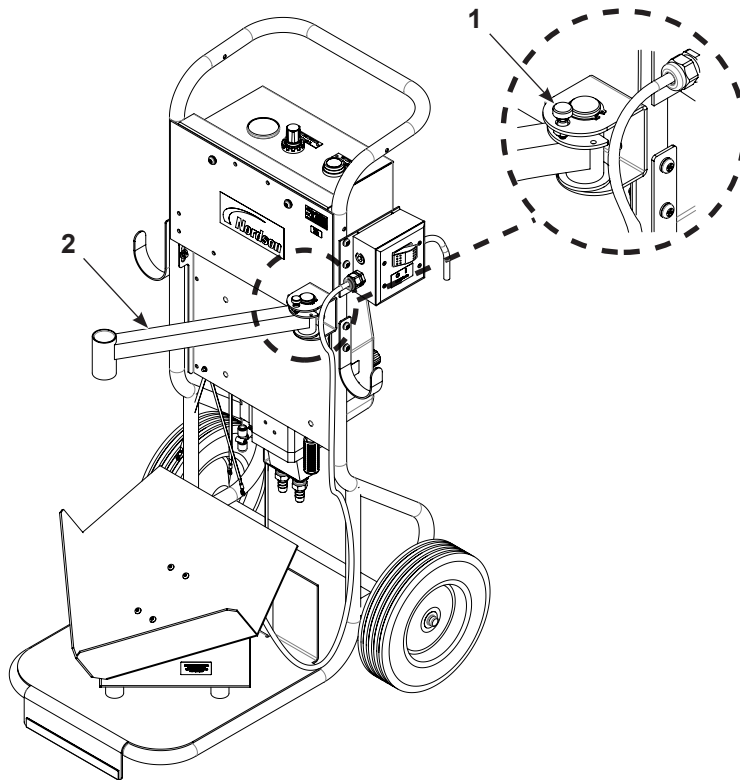

Figure 2 Réglage du bras du tube de prélèvement
2. Voir la Figure 2. Tirer le bouton de verrouillage (1) vers le haut et pivoter le bras du tube de prélèvement (2) vers l'extérieur. Relâcher le bouton de verrouillage pour maintenir le bras en place.